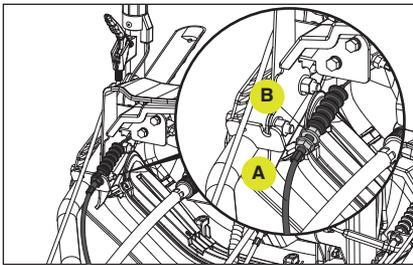

Figure 55
2. Localisez le câble de commande de la tarière (A), relié au levier de commande de la tarière sur le côté gauche (de l'arrière de la souffleuse à neige) sous le panneau de commande.
3. Faites glisser la gaine en caoutchouc vers l'arrière et desserrez les écrous supérieurs (B) à chaque extrémité du câble. (Fig. 55)